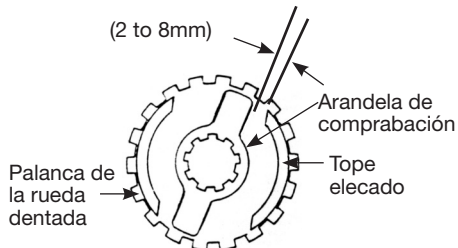

Figura 9 - Posición de la arandela de compravación
y el piñón. Ponga la tapa de montaje del freno (14) en el cuerpo y rosque la palanca de la rueda dentada (33) en el eje del piñón. Asiente firmemente la palanca de la rueda dentada y asegure la tapa de montaje del freno al cuerpo utilizando las cuatro tuercas (9). Sitúe la arandela de comprobación (18) en el eje del piñón de forma que queden de 2 a 8 mm entre el eje de la arandela de comprobación y el tope elevado en la palanca del buje de la rueda dentada (Vea la Figura 9). Asegúrese de que la palanca de dirección está en la posición neutra ("N") y el trinquete, el muelle y el eje (20) están en el ensamblaje de la palanca (16), sujete el ensamblaje de la palanca a la tapa del freno (14) usando dos tuercas autoblocantes, tornillo y arandela de bloqueo (15). Sitúe el botón de liberación de la cadena (17) en el buje